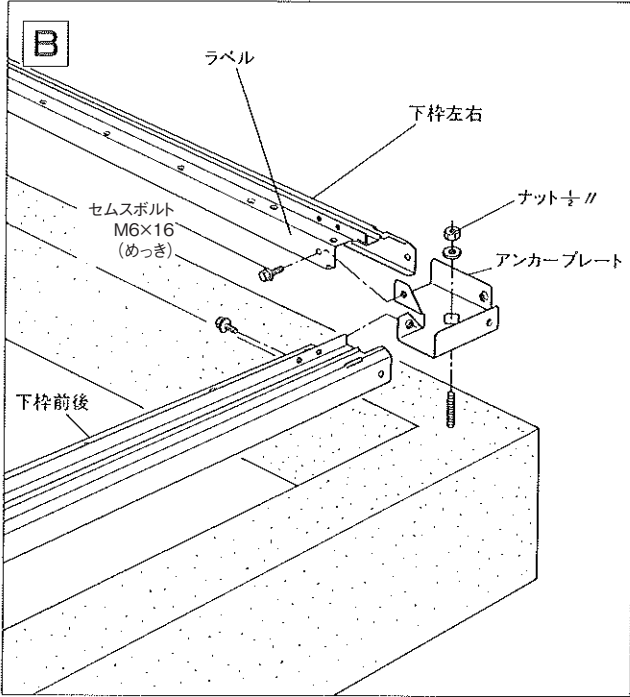

図F4-2
- (1) 下枠を取付ける前にアンカーボルトの位置が基礎図通りか再度確認して下さい。
- (2) 下枠固定金具をアンカーボルトに固定します。(75型、90型以上の↓部分)(図F4-2、F4-3)